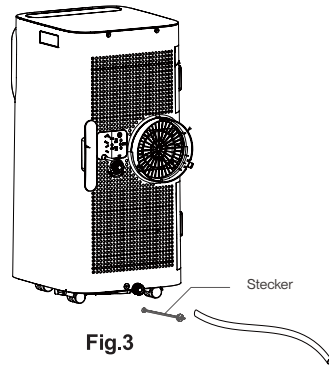

Fig.3
- Wenn der Spritzmotor beschädigt ist, kann die kontinuierliche Entwässerung verwendet werden. Schließen Sie den Abflussschlauch am unteren Ablaufloch an (siehe Abb. 3), und das Gerät wird ebenfalls gut funktionieren.